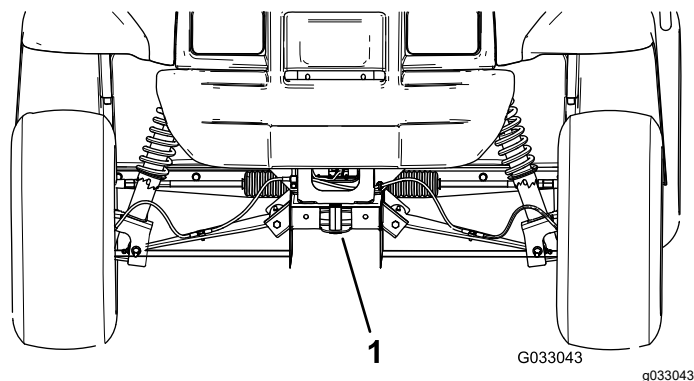
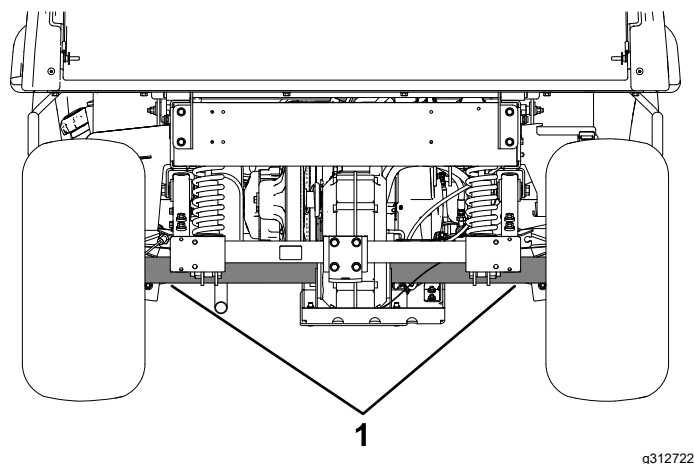

図 18
図 19
ロープがけポイントについては図 18 と 図 19 を参照してください。
2. 機体前部にある牽引トンクにロープなどの牽引索を取り付ける 図 18。